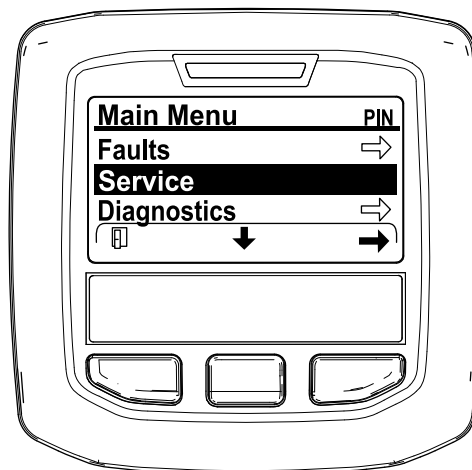

Рисунок 42
2. Перейдите в MAIN MENU (ГЛАВНОЕ МЕНЮ), нажмите среднюю кнопку, чтобы перейти вниз к SERVICE MENU (МЕНЮ ТЕХОБСЛУЖИВАНИЯ), и нажмите правую кнопку, чтобы выбрать опцию SERVICE (ТЕХОБСЛУЖИВАНИЕ) (Рисунок 42).